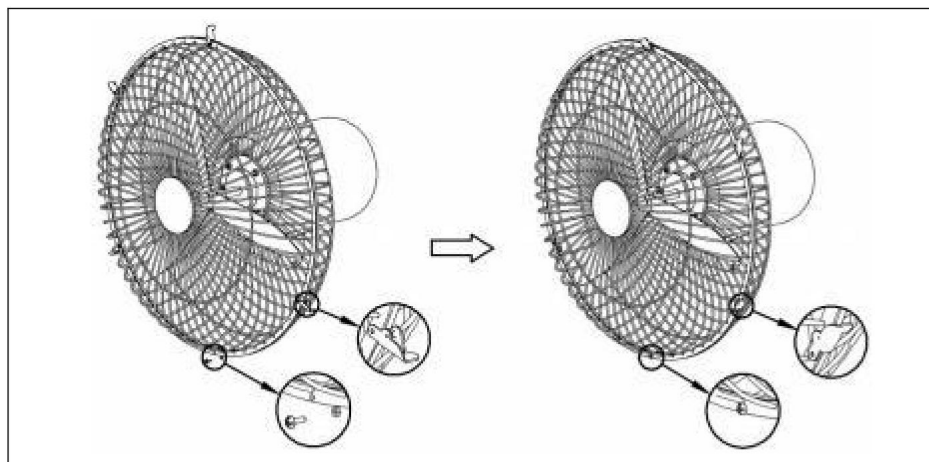

Fig.7.
- 3). Alinee los orificios para tornillos en la parte inferior de las rejillas delantera y trasera, luego fije los botones en la parte superior de la cubierta de la rejilla delantera a la cubierta de la rejilla trasera, ajuste todos los botones de la cubierta de la rejilla (2) y finalmente bloquee los tornillos de seguridad (18). Ver la (Fig.7.)